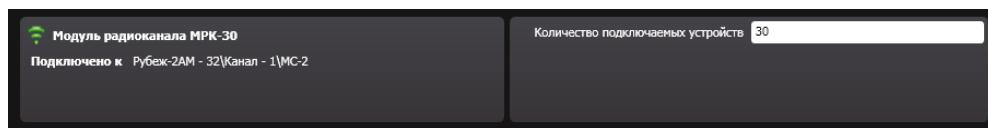

Рисунок 14.3.58 – Свойства адресного устройства МРК-30
- 19) При выделенной в рабочей области строке адресного устройства МРК-30 поле свойств устройства отображает (Рисунок 14.3.58):